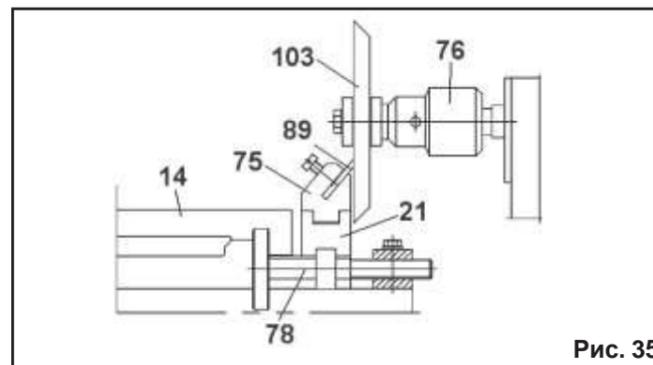

Рис. 35
### 9.8. Заточка режущего инструмента (Рис. 35)
9.8.2. Как показано на Рис. 35, в сверлильный патрон (76) установите и закрепите собранный на оправке заточный диск (103).